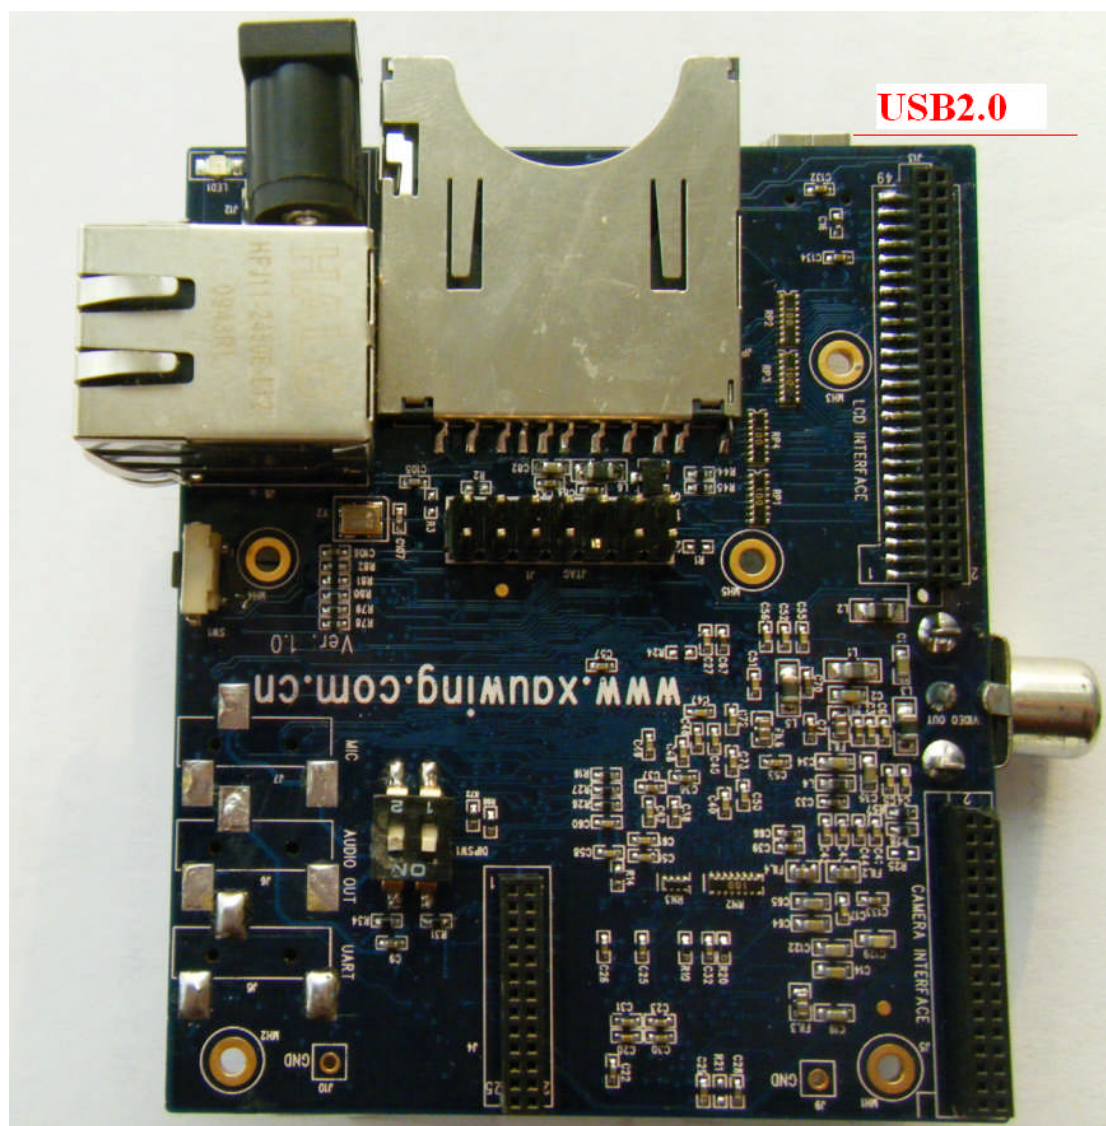

图 4-7 USB2.0 接口
7、一路 High Speed 标准 USB2.0 接口，如图 4-7 所示